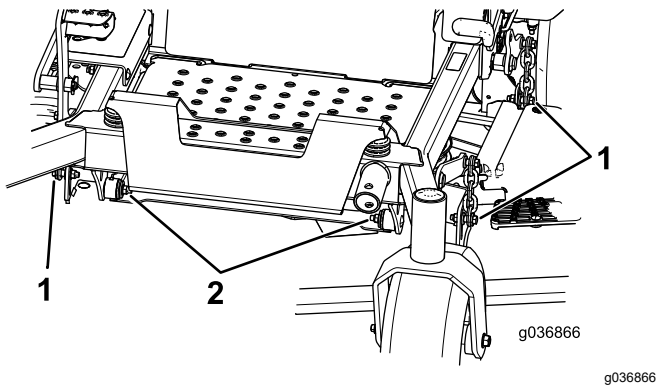

Figure 86
8. Enlevez et conservez les boulons et écrous de chaque côté de la machine (Figure 86).